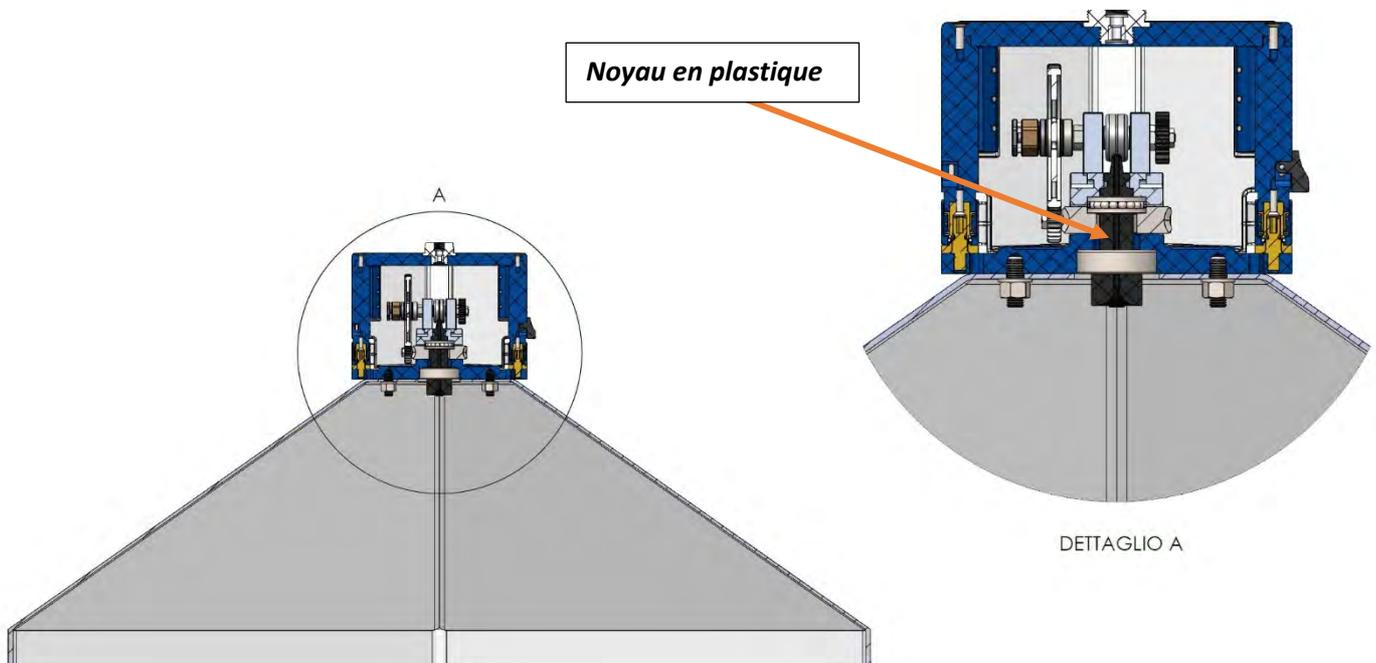

Figure 11
2. Enfin, fixez le Twister en resserrant les écrous. Assurez-vous que les rondelles sont correctement positionnées. Figure 11.